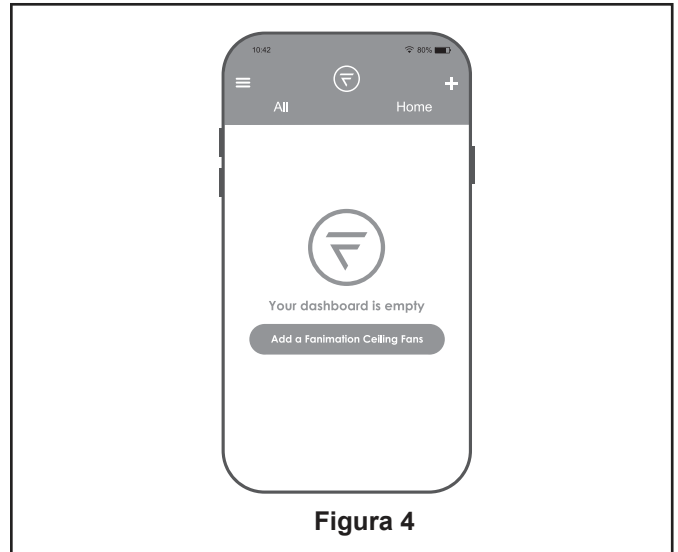

Figura 4
4. Después de crear la cuenta fanSync de Fanimation, puede añadir sus ventiladores en la aplicación. (Figura 4)